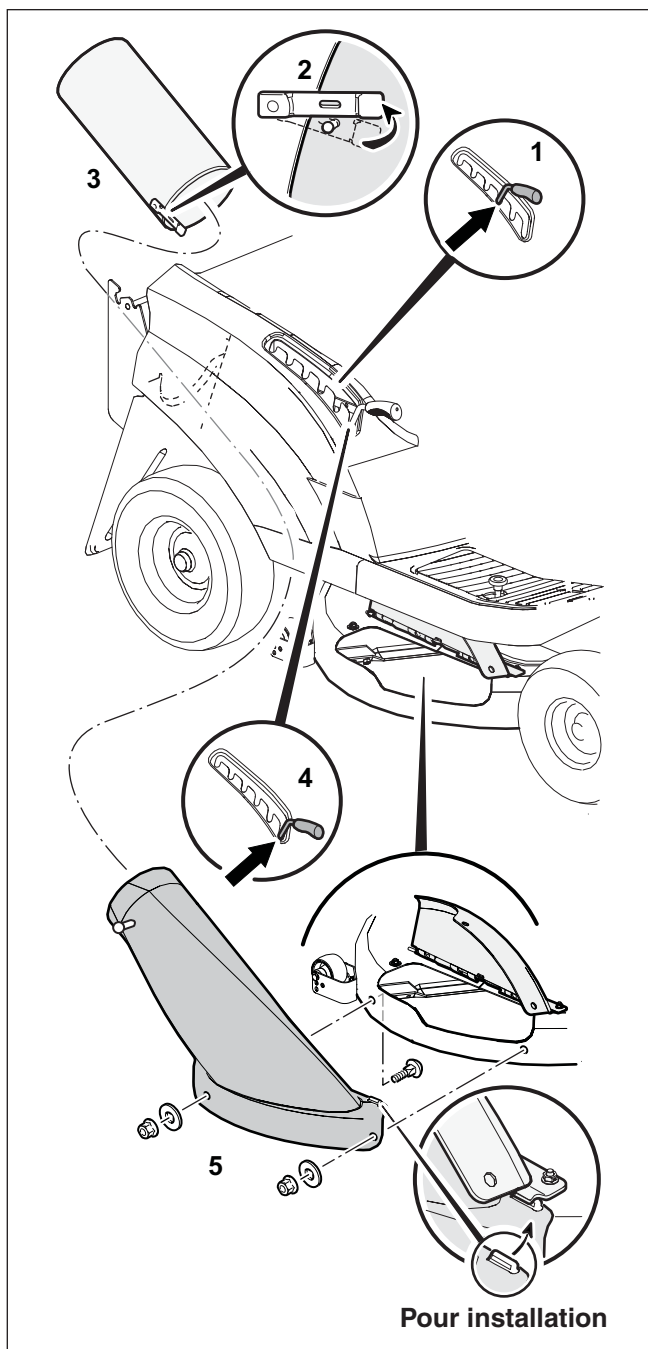
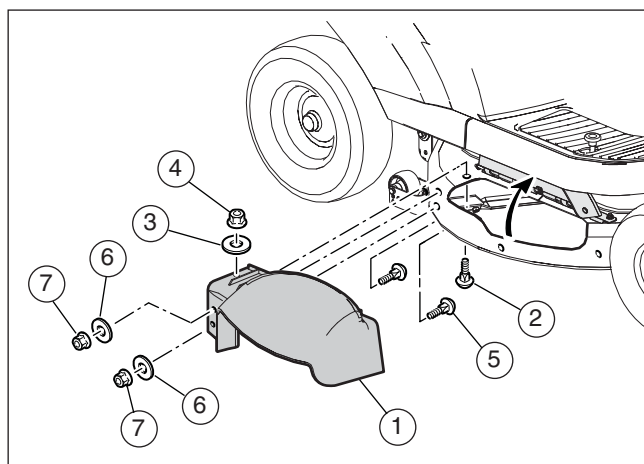

Figure 9
Figure 10
1. Suivre les étapes indiquées à la **Figure 9** pour retirer la goulotte d'éjection arrière et l'extension de goulotte.
3. Monter le dessus de l'accessoire d'éjection latérale (1) avec le boulon (2), la rondelle (3) et l'écrou à embase (4) (voir la **Figure 10**).
4. Monter le devant de l'accessoire d'éjection latérale avec les boulons (5), les rondelles (6) et les écrous à embase (7).
1. Suivre les étapes indiquées à la **Figure 9** pour retirer la goulotte d'éjection arrière et l'extension de goulotte. Ou retirer l'accessoire d'éjection latérale (voir la **Figure 10**).